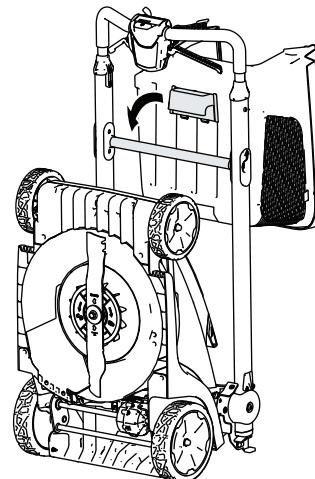

Figura 23
**Nota:** Potete agganciare il cesto di raccolta al braccio di rilascio della stegola in questa posizione (Figura 23).